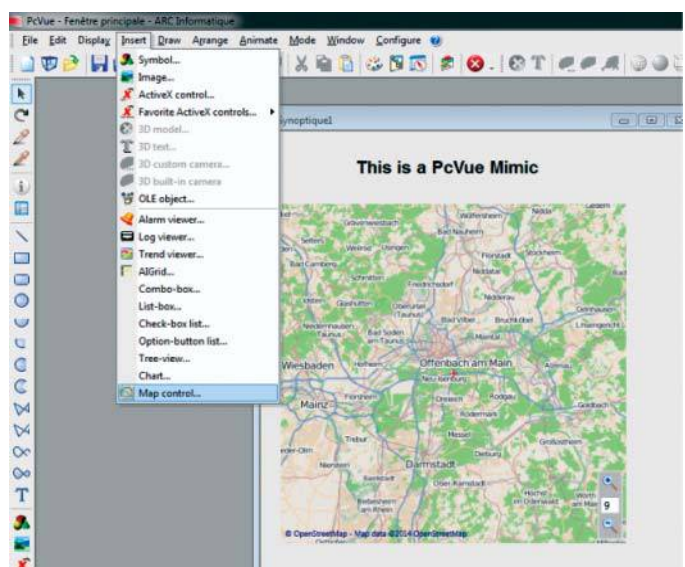

Рис. 3. Управление картой через опцию Insert в PcVue
- Управление картой как обычной компонентой PcVue (рис. 3).